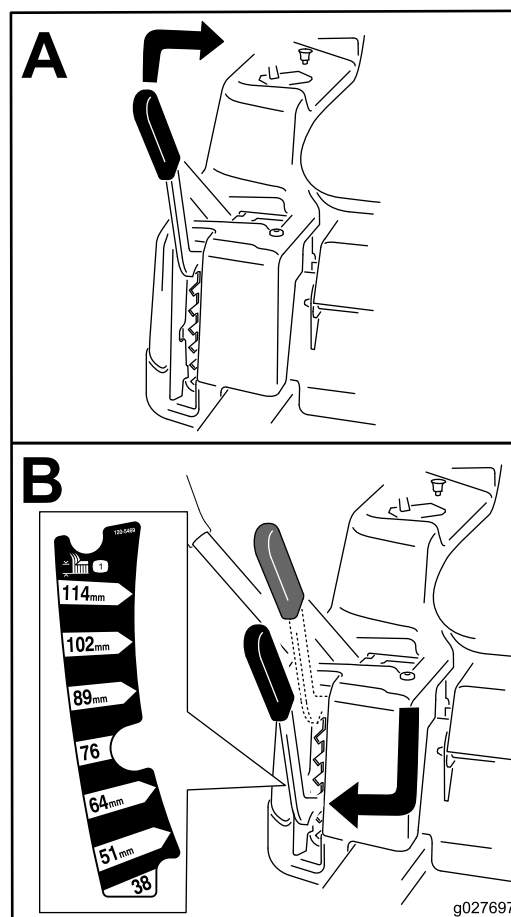

Figura 19
L'altezza di taglio è controllata dalla leva situata a destra della posizione operativa (Figura 19).
**Nota:** La posizione di trasferimento prevede l'altezza di taglio massima o pari a 115 mm come mostrato in Figura 19.